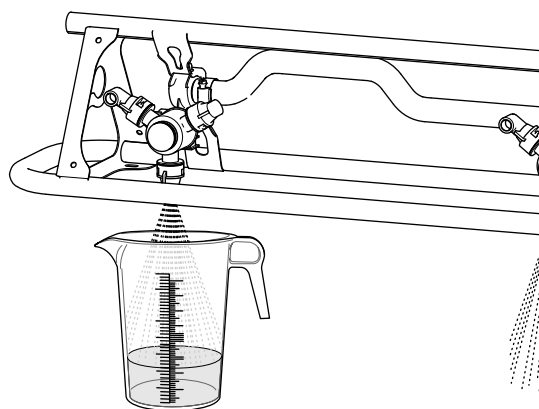

Figure 51
5. Récupérez l'eau pulvérisée par la buse jusqu'à ce qu'elle soit toute écoulée (Figure 51).